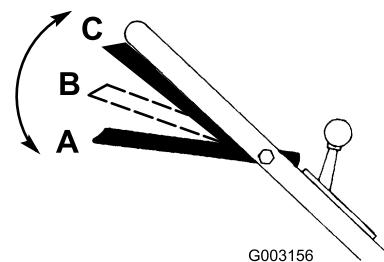

Figura 15
1. La barra de control de la cuchilla debe estar en la posición A (Figura 15).
2. Deslice la barra de control de la cuchilla a la derecha y élévela a la posición B para engranar la cuchilla (Figura 15).
3. Apriete la barra de control contra el manillar hasta que llegue a la posición C para avanzar (Figura 15).